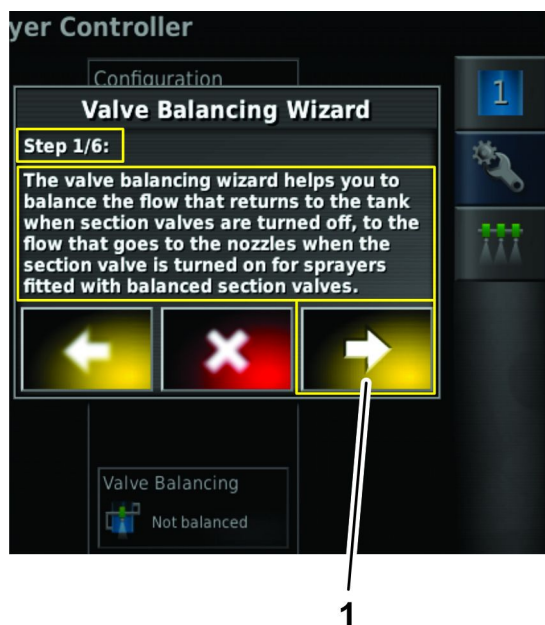

図 134
1. バルブバランスウィザードのステップ 1ウィザードの説明を読み、ネクストアイコンを押す 図 134。